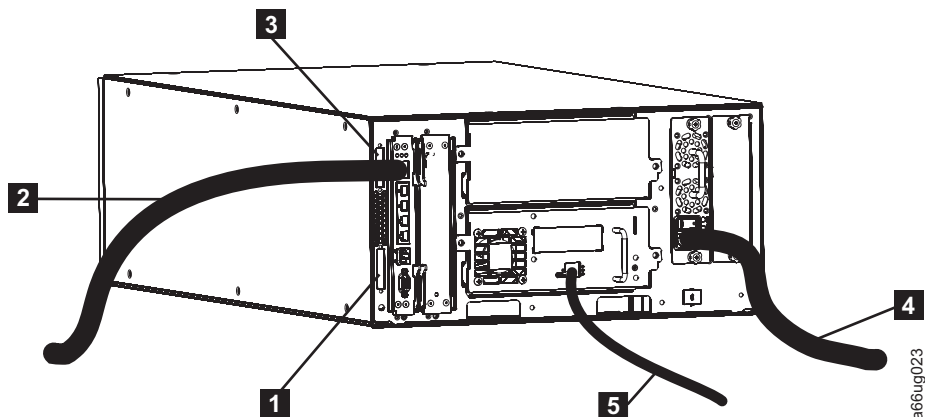

Рисунок 3-15. Подключение библиотеки 5U с накопителями Fibre Channel
1. Установите терминатор верхнего модуля (**3** на рисунке рис. 3-15).
2. Установите терминатор нижнего модуля (**1** на рисунке рис. 3-15).
3. Установите один конец кабеля Ethernet (предоставляется заказчиком) (**2** на рисунке рис. 3-15) в порт Ethernet платы управления библиотекой, затем подключите другой конец этого кабеля к локальной сети.
4. Установите один конец оптического кабеля (**5** на рисунке рис. 3-15) в накопитель, затем подключите другой конец этого кабеля к локальной сети. Повторите эту процедуру для каждого накопителя Fibre Channel.
5. Установите один конец кабеля питания (**4** на рисунке рис. 3-15) в разъем источника питания библиотеки, затем подключите другой конец к электросети. Повторите эту процедуру для каждого источника питания библиотеки.